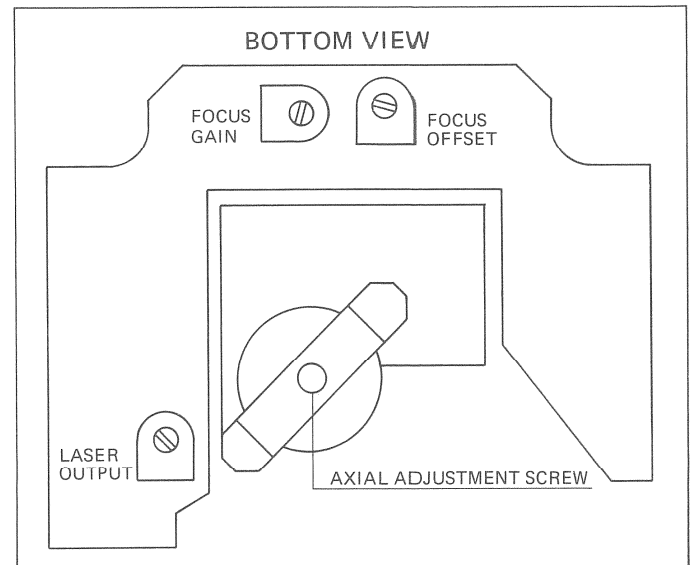

Fig. 4.16
- Ajuster la chute de tension aux bornes de R63 à 500mV +/-50mV à l'aide du potentiomètre trimmer LASER OUTPUT (sur le mécanisme 1.769.100.36, fig. 4.16).